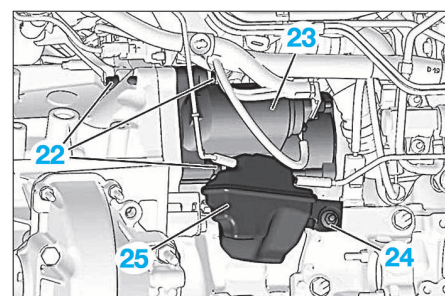

FIG. 9
- Déposer (Fig.9) :
- l'écrou de réserve de vide (24)
- la réserve de vide (25)
- les vis (22) du démarreur (23).